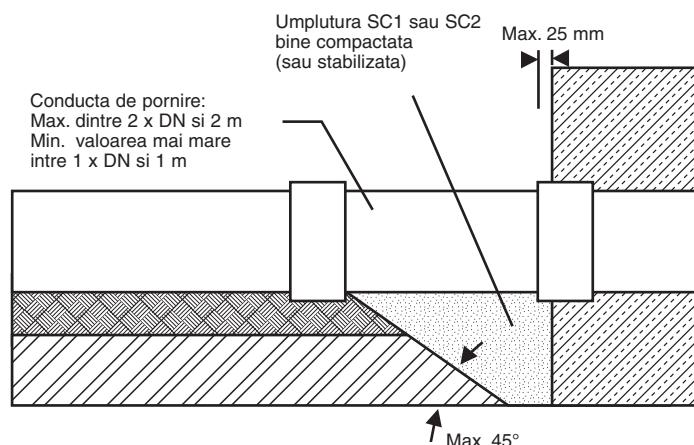

Figura 5-3: bransare standard - Piesa de trecere
Acolo unde este posibil, inglobati mufa de cuplare in beton la interfata (**Figura 5-3**) asa incat primul tronson careiese afara din beton sa aiba libertate completa de miscare (in limitele imbinarii). Aceasta metoda trebuie folosita pentru PN mai mari de 16 iar lungimea sectiunii scurte trebuie tinuta la maximul indicat in **Figura 5-5**.
- 2 S-a constatat ca includerea unei bucati scurte de conducta (conducta de pornire) in vecinatarea structurii rigide este o buna cale de preluare a tasilor diferențiate (vezi Figura 5-3 si Figura 5-4). Lungimea minima a tronsonului scurt trebuie sa fie egala cu maximum intre DN si 1 metru, iar lungimea maxima sa fie egala cu maximum intre 2DN si 2 metri. Pentru conductele de diametru mic (DN<300 mm), lungimea tronsonului scurt este de 300 - 500 mm. Sectiunea de conducta de pornire este folosita pentru a compensa eventualele tasari diferențiate. Conducta de pornire trebuie sa fie aliniata drept cu structura de beton la momentul instalarii pentru a asigura maximum de flexibilitate pentru miscarile ulterioare. Nu se vor folosi mai multe tronsoane scurte sau conducte de pornire, deoarece distanta scurta dintre mufe poate determina o conditie de instabilitate. Problemele de dezaxare trebuie remediate prin re-ingroparea sectiunilor complete de conducta ce duc la conducta de pornire.